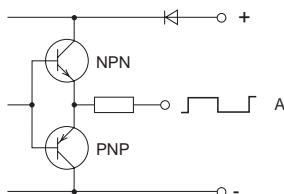

Figure 3.10 Schéma de principe circuit de sortie HTL
- (1) Les codeurs rotatifs du type HTL (alimentation 24V) sont les seuls à pouvoir être utilisés. Le codeur rotatif est exploité uniquement avec le type de régulation FOR. Conseils concernant le codeur rotatif, voir Figure 3.10.